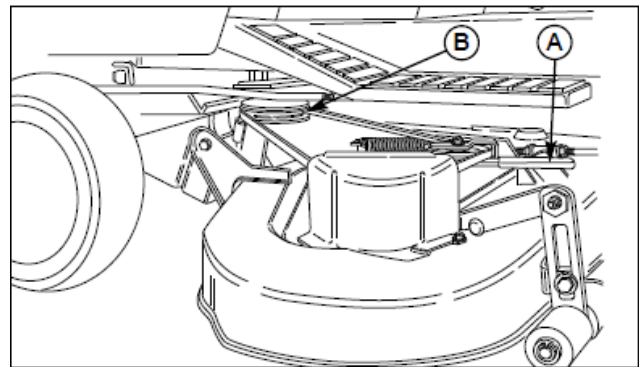

図 11 ベルトの脱着
5. ベルトを PTO プーリ(図 11 の B)から外します。
5. 図 11 のようにアイドルアーム(A)を引っ張り PTO プーリ(B)にベルトを入れます。
7. ベルトをPTOプーリ(図11のB)からはずします。
8. 図 11 のようにイドラアーム(A)を動かしてベルトテンションを緩め、ベルトを PTO プーリ(B)に入れます。